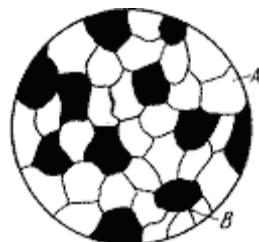

Рис. 15 Схема микроструктуры механической смеси
- Сплав состоит из кристаллов входящих в него компонентов (рис. 15).